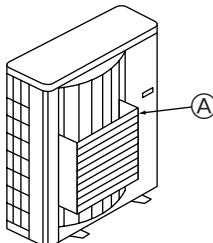
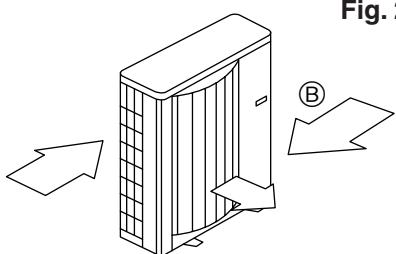

Fig. 2-4
Fig. 2-5
- ② Τοποθετήστε έναν προαιρετικό οδηγό στο στόμιο εξαγωγής του αέρα και έναν οδηγό αέρα εάν πρόκειται να εγκαταστήσετε τη μονάδα σε σημεία όπου υπάρχει ενδεχόμενο να φυσούν απευθείας στο στόμιο εξαγωγής του αέρα πολύ δυνατοί άνεμοι κτλ. (Fig. 2-4)
- ③ Οδηγός στο στόμιο εξαγωγής του αέρα
- ④ Εγκαταστήστε τη μονάδα με τρόπο ώστε ο αέρας που βγαίνει από το στόμιο εξαγωγής να φυσά κάθετα σε σχέση με την κατεύθυνση του ανέμου, εάν αυτό είναι δυνατό. (Fig. 2-5)
- ⑤ Κατεύθυνση ανέμου